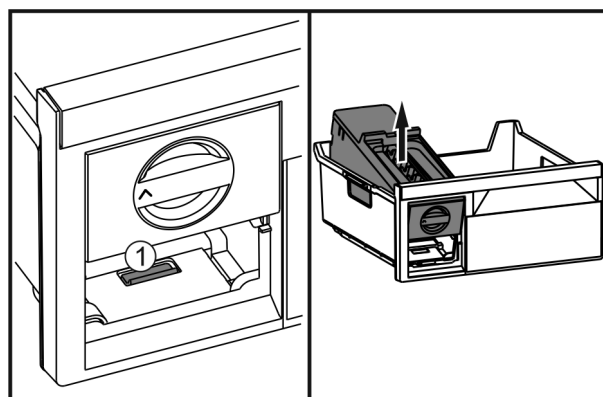

Fig. 36
► Appuyer sur la languette Fig. 36 (1), soulever l'EasyTwist-Ice depuis l'arrière et le faire sortir du tiroir de congélation.